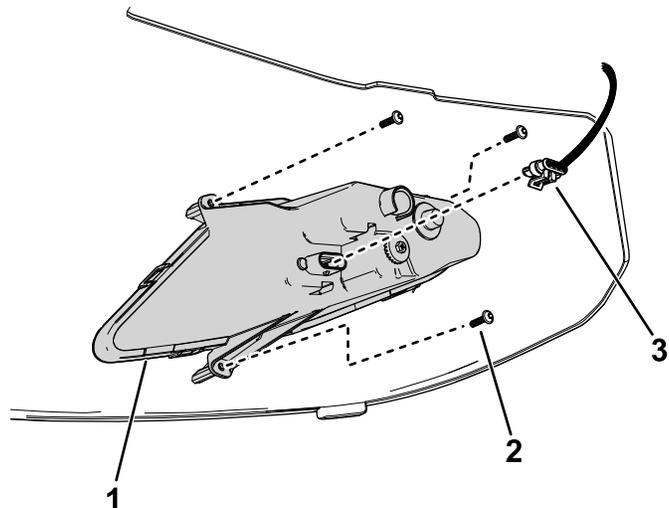

図 41
3. ヘッドライトに接続されているワイヤハーネスのコネクタを外す **図 41**。
6. ヘッドライトに接続されているワイヤハーネスのコネクタを取り付ける **図 41**。